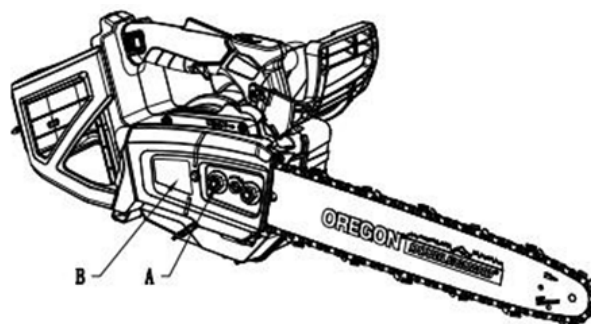

Fig 8
5. Ziehen Sie die Mutter (A) der Kettenradabdeckung fest, um die Kettenradabdeckung (B) zu installieren (Abb. 8).